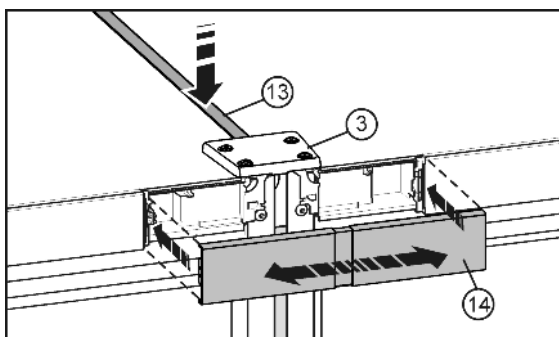

Fig. 10
- ▶ S gornje strane, utisnite kratku letvicu *Fig. 10 (13)* u procjep. Letvica mora na prednjem rubu biti tijesno priljubljena uz spojnu ploču *Fig. 10 (3)*.
- ▶ Pokrov *Fig. 10 (14)* pritisnite da uskoči na mjesto preko još otvorenog međuprostora spojnih elemenata. Pazite na to da vanjska strana pokrova bude tijesno priljubljena uz prednju masku. U tu svrhu se pokrov daje izvući.